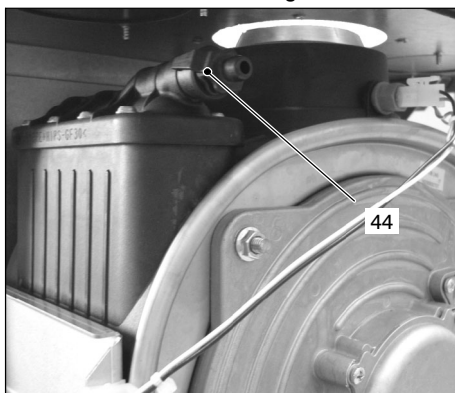

fig. 6.4
- 8 Allentare il raccordo di sfiato scambiatore primario condensante 44 in fig. 6.4
- 10 Riempire l'impianto di riscaldamento vedi sez. 3.1 a pag. 4 e richiudere il raccordo di sfiato scambiatore primario condensante 44 in fig. 6.4 quando da quest'ultimi inizia ad uscire acqua.